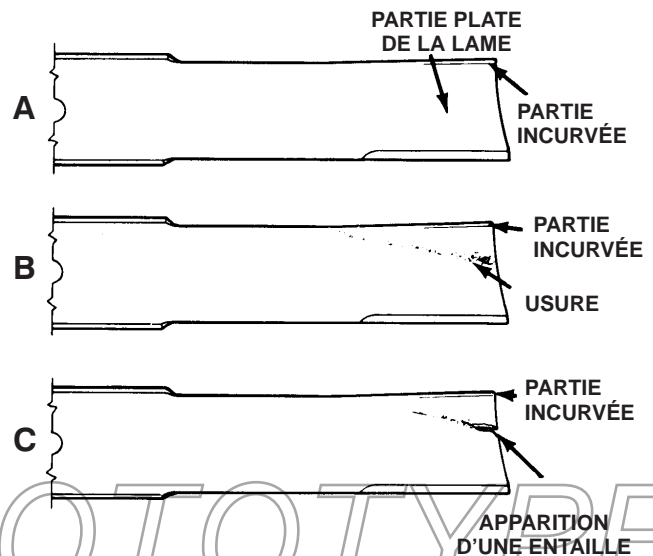

Figure 85
2. Examinez attentivement les tranchants de la lame, particulièrement au point de rencontre des parties plane et incurvée (Fig. 85-A). Le sable et les matières abrasives peuvent éroder le métal à cet endroit, c'est pourquoi il est important de contrôler l'état de la lame avant d'utiliser la tondeuse. Remplacez la lame si elle est usée (Fig. 85-B).
Si la lame est trop usée, une entaille se forme entre la partie incurvée et la partie plane (Fig. 85-C). La lame risque alors de se briser et un morceau peut être projeté du dessous de la machine, vous blessant gravement, vous ou une personne à proximité.